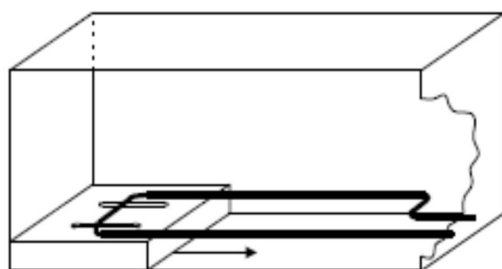
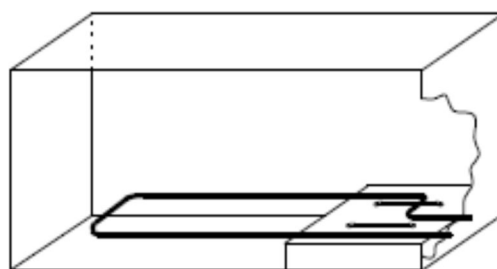

Rys. 5
Rys. 6
Uwaga: Kształtki do transportu pakowane są w pakiety trzech typów: pakiet typu C składa się z 2 kształtek MD1(czapki); pakiet typu D składa się z 3 kształtek MK2; pakiet typu E składa się z 3 kształtek MD1 (czapki). Ilość pakietów w zależności od modelu ogrzewacza i ich waga określone są w tabeli **Dane Techniczne** w Części I, str. 5. Poglądowy widok kształtek przedstawiono na str. 20, Rys. 5 i Rys. 6.
- G. Ułożyć kształtki magnetytowe MK2 oraz MD1 (Rys. 5 i 6) w komorze roboczej (grzewczej) z izolacji termicznej w sposób opisany poniżej: